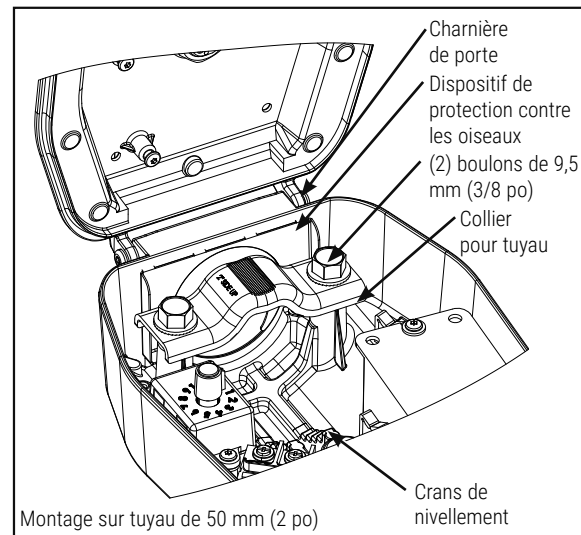

Figure 2.
4. Si un tuyau de 38 mm (1-1/2 po) est utilisé, retirez les boulons de la bride de serrage et retournez la bride de serrage pour que la taille du tuyau soit visible depuis le haut. La bride de serrage doit être inversée pour l'option du tuyau plus petit. (figure 2).